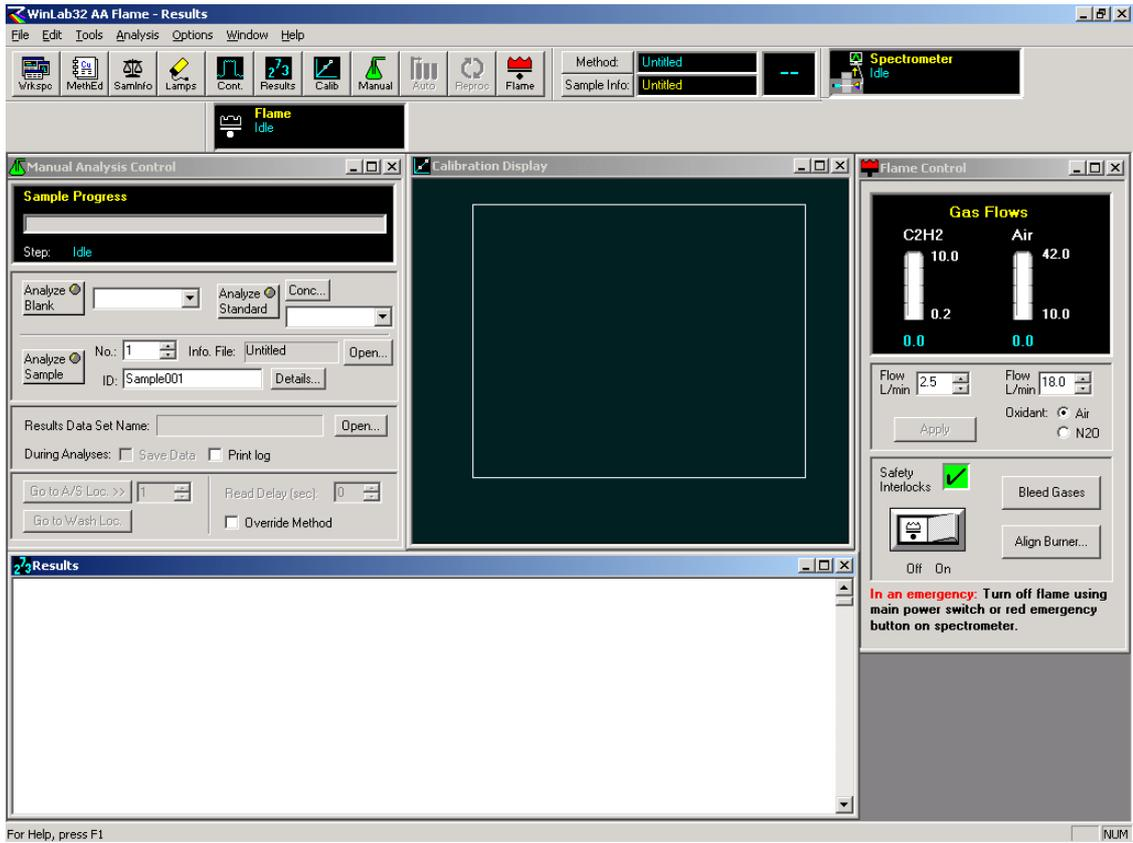

图 22. 火焰原子吸收分析用 WinLab32 Analyst 工作桌面
1.6.1.2 用鼠标器点击 Winlab32 AA Flame 中左上方的 WkSpace(工作桌面), 此时屏幕上出现一对话框, 选择“Manual”或其他合适的选项, 屏幕上将会显示出一个包括 4 个窗口的工作桌面如下面图 22.